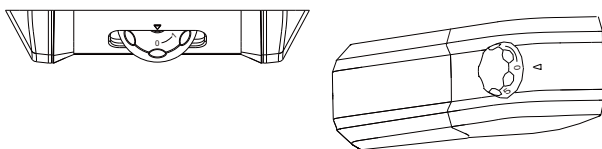

Fig.13
- 1) Draai de knop naar de stand „0“ (fig. 13)